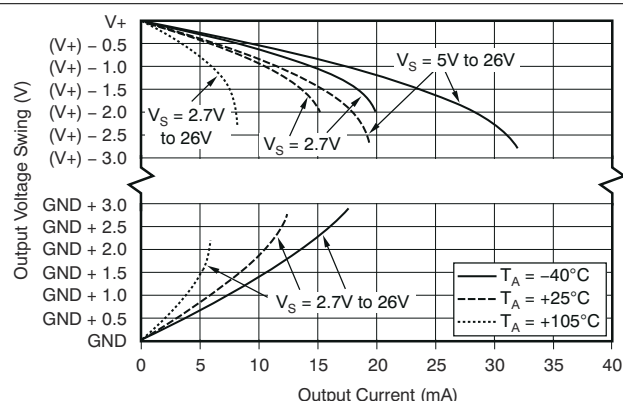

图 6-6. 输出电压摆幅与输出电流间的关系
- (1) RTI = 以输入为基准。
(2) 请见典型特性曲线, 输出电压摆幅与输出电流间的关系(图 6-6)。